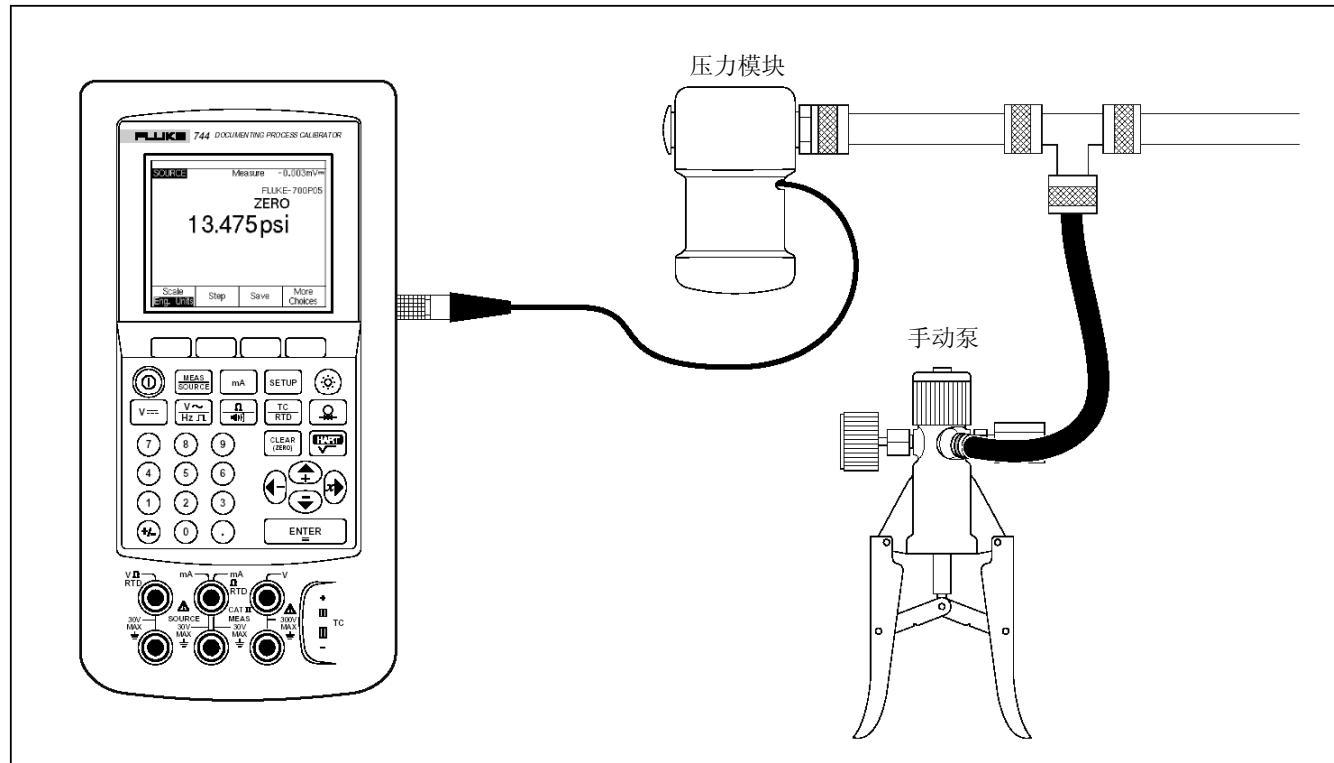

图 19 用于输出压力的连接
该校准器提供了一个输出压力显示功能，它需要使用一个外部手动泵。使用此功能可以对需要一个压力源或差压测量的仪表进行校准。有关此应用的信息，请参见图 19 和图 34。
要使用输出压力显示，请参见图 19，并操作如下：
1. 如图 19 所示, 将压力模块和压力源连接到校准器。压力模块上的螺纹允许连接 1/4 NPT 接头。如果必要, 请使用提供的 1/4 NPT 至 1/4 ISO 接头。